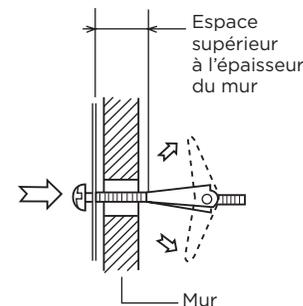

Figure 18
- Positionnez la plaque de montage avec les boulons à ailettes fixés à l'emplacement du mur et insérez les écrous à ailettes et les boulons dans les trous du mur avec les écrous à ailettes fermés. Figure 18. Utilisez les vis à bois (1) pour fixer la plaque de montage aux montants.